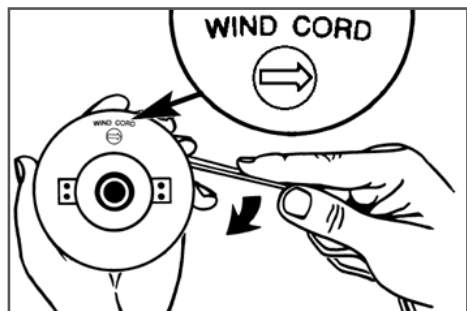

Рис. 11 Намотка корда на катушку
3. Намотайте корд плотно с натягом в канавки катушки. Направление намотки («WIND CORD») указано стрелкой на катушке (Рис. 11).